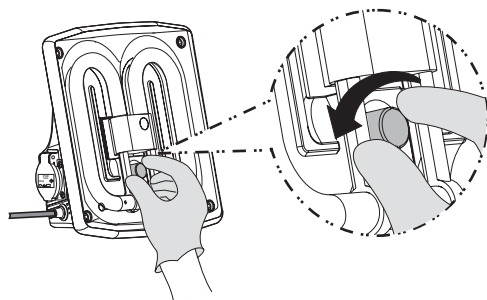

Fig. 18
5.2.2 Retire el arrancador usado: Gire el arrancador en sentido contrario a las agujas del reloj y extraígallo de su soporte. (Fig. 18).